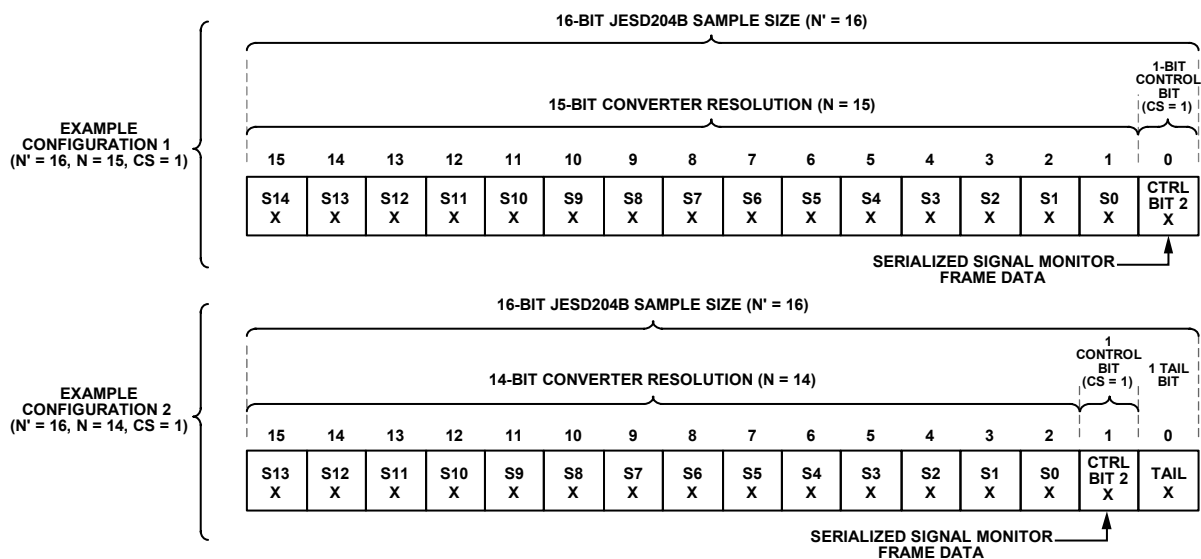

図 57. 信号モニタ制御ビットの位置
信号モニタ・データは、シリアル化して JESD204B インターフェース経由で制御ビットとして送ることもできます。統計データを再現するには、サンプルから、これらの制御ビットのシリアル化を解除する必要があります。信号制御モニタ機能を有効にするには、レジスタ 0x0279 のビット 0 とレジスタ 0x027A のビット 1 をセットします。JESD204B サンプル内の信号モニタ制御ビットの位置について、図 57 に構成例を 2 つ示します。JESD204B サンプルには最大で 3 つの制御ビットを挿入できます。ただし、信号モニタに必要な制御ビットは 1 つだけです。制御ビットは MSB から LSB の方向へ挿入します。制御ビットを 1 つだけ挿入する場合 (サンプルあたりの制御ビット数 (CS) = 1) は、最上位制御ビットだけを使用します (図 57 の構成例 1 と構成例 2 を参照)。SPORT over JESD204B (信号モニタ) オプションを選択するには、レジスタ 0x0559 とレジスタ 0x058F をプログラムします。これらのビットの設定に関する詳細は、表 23 を参照してください。